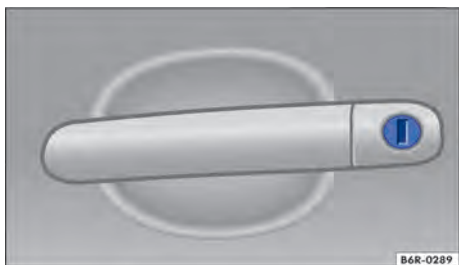

Fig. 157 Maçaneta da porta do condutor com cilindro da fechadura.
- Introduzir a haste da chave no cilindro da fechadura e destravar ou travar o veículo → Fig. 157.